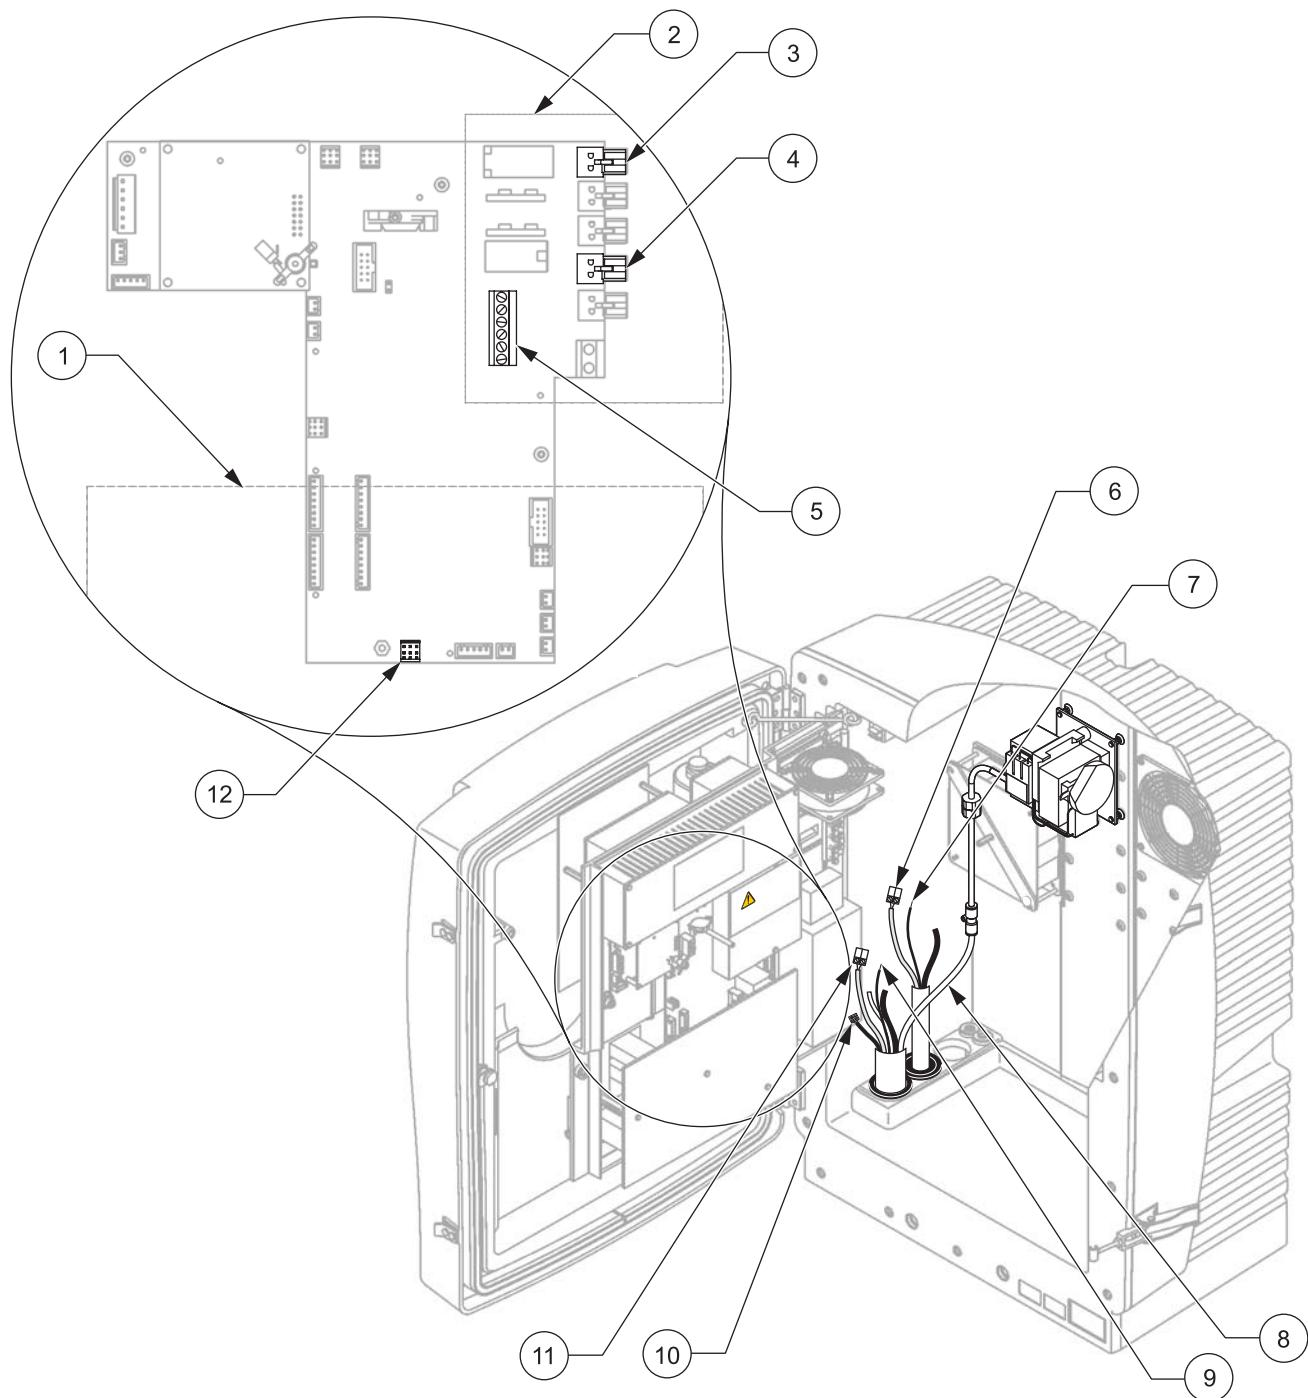

图 13 连接过滤器探头 sc 和可选的加热排放装置
4. 将过滤器探头 sc 的地线（绿色/黄色）与地面接线端相连（项目 9，图 13）。
5. 将电源接头连到适当的接线端（项目 11，图 13）。
7. 将数据接头连到主板上（项目 10，图 13）。
9. 将过滤器探头 sc 的白色空气管与分析器上的空气导管接头相连（图 13）。
请参考图 13 并按照下列步骤连接加热排放装置。